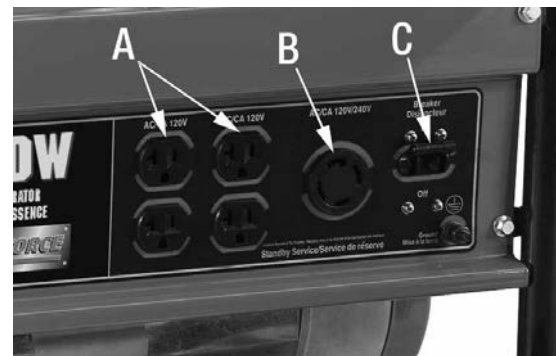

Figure 7
Pour usage normale sur 120V, branchez votre appareil dans une des prises (A) Fig.7.